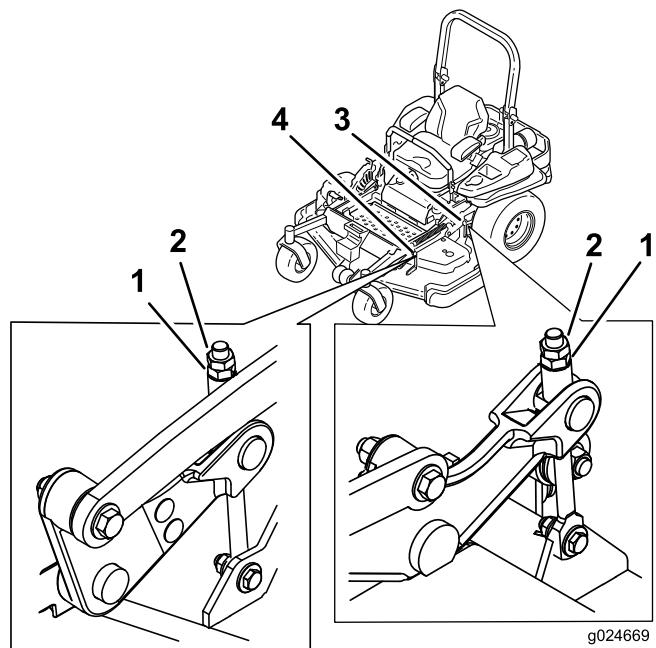

Figure 84
- 9. Au besoin, ajustez précisément le serrage de l'écrou de réglage de relevage du plateau avant (voir Figure 84).
15. Ajustez précisément la vis de réglage en la tournant de manière à obtenir une hauteur de 8,3 mm (Figure 84). Tournez l'écrou de réglage dans le sens horaire pour augmenter la hauteur et dans le sens antihoraire pour la diminuer.